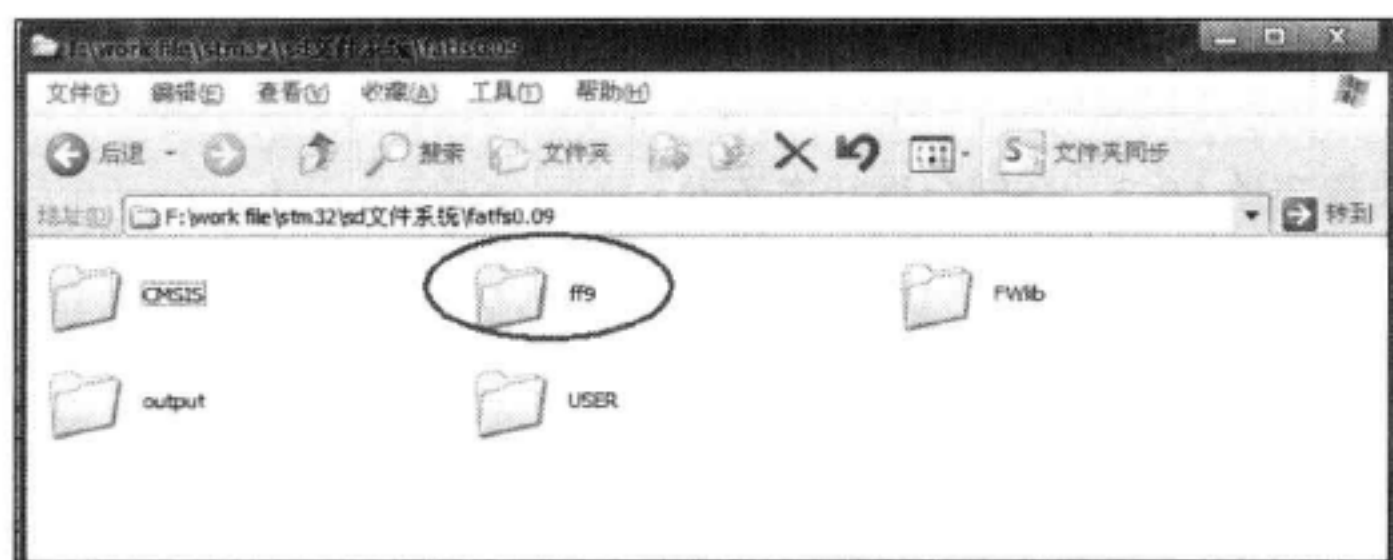

图 18-5 复制文件系统源码到工程目录
- 2) 直接将整个解压后的文件系统源码复制到工程目录下，见图 18-5。